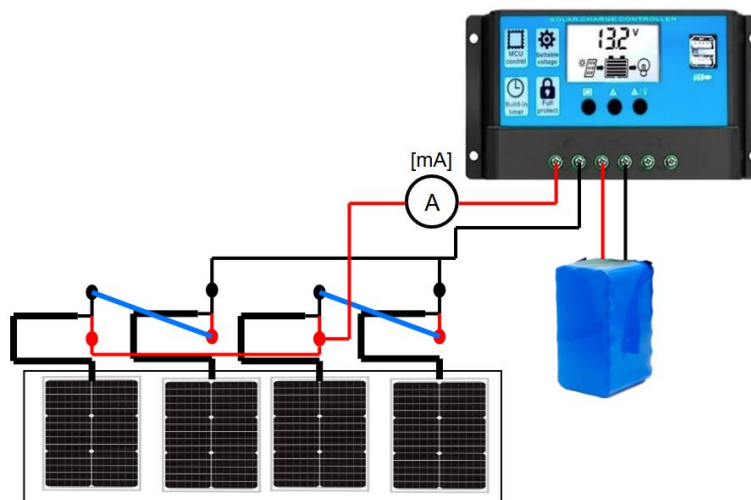

Fig. 99. Diagrama de conexión del Controlador de carga Solar.
1. Realice una conexión mixta con los 4 paneles solares NPA30S-12I ubicados en la mesa del área fotovoltaica, puede guiarse de la **Fig. 99**.
4. Realice la conexión como se muestra en la **Fig. 99**, use un multímetro en su función de cd, poner especial atención a la polaridad de las conexiones, el cable color rojo es la polaridad positiva y el cable color negro es la polaridad negativa.